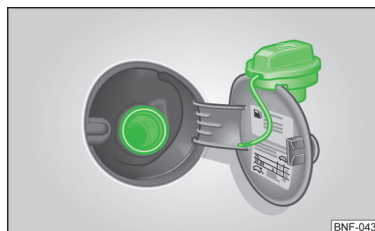

Fig. 99
Pe interiorul clapetei rezervorului sunt menționate tipurile adecvate de carburant pentru autovehiculul dumneavoastră » fig. 99 la pagina 118.
- Deschideți cu mâna clapeta rezervorului de combustibil » fig. 99.
- Desfaceți bușonul rezervorului spre stânga și fixați-l de sus pe clapeta rezervorului » fig. 99.